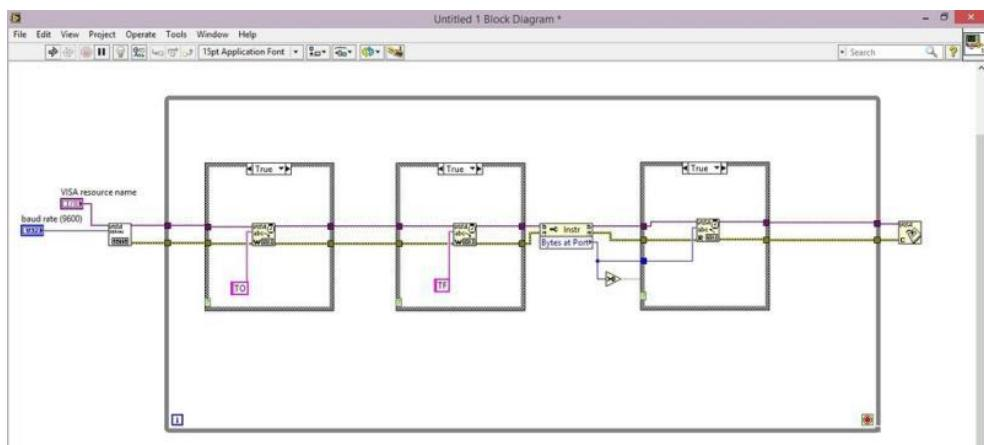

Рис.4 – Проверка портов
4. Visa Bytes at Port располагается внутри структуры while Loop. Для того, чтобы активировать условие для считывания информации, надо проверить, есть ли она на серийном порту. Для этого проверяется количество байтов на серийном порту и сравниваем его с 0. Для этого используется Programming > Comparison > Greater than 0 VI (рисунок 4).